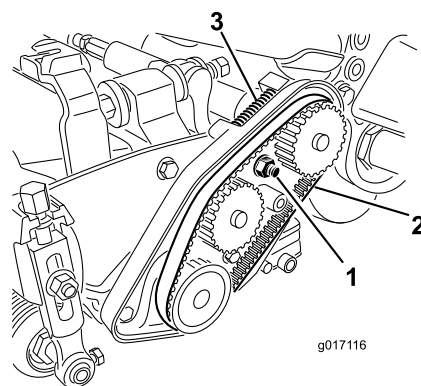

図 48
- A. ベアリングハウジング取り付けナットをゆるめる 図 48。
- C. ベルトケース内部や圧縮スプリングについているごみをきれいに取り除く 図 48。